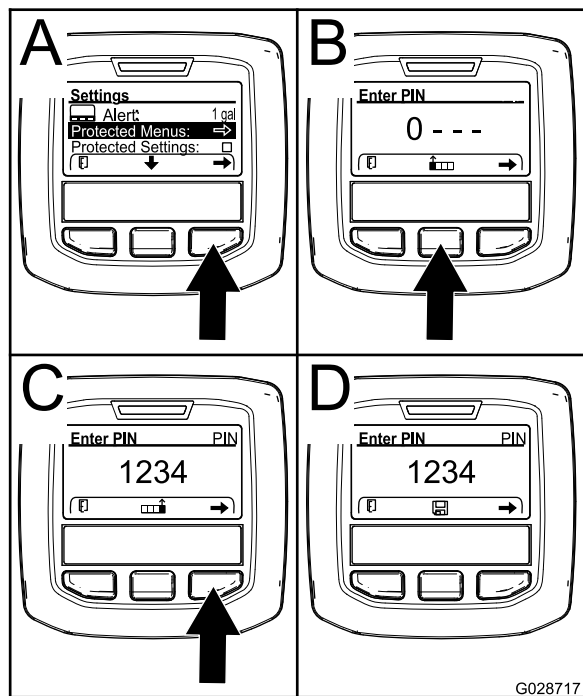

図 72
4. 右ボタンを押して保護メニューProtected Menusを選択する 図 72のA。
- 数を大きくするには中央ボタン 図 72のBを押す。
- カーソルを右の桁に移動させるには右ボタン 図 72のCを押す。
注 中央ボタンの上に「保存」アイコンが表示されません (図 72のD)。